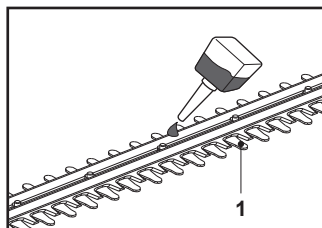

Fig. 11
10. Lubrifiază suprafețele interne ale lamei dacă dispozitivul de tăiere (lama) (1) se supraîncălzește în timpul utilizării (Fig. 11).